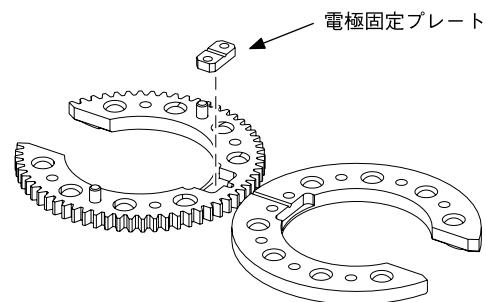

図38：電極固定ねじを取り外す
9. 電極固定プレートを取り外し、目の細かい研磨パッドを使用してクリーニングを行います。図38をご参照ください。